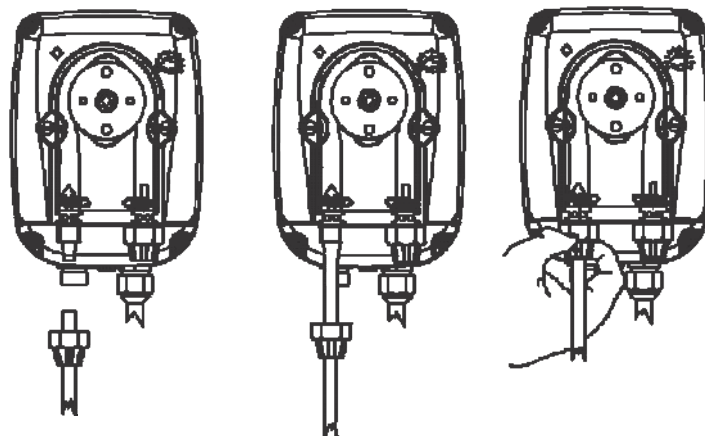

Fig. 6
- d. - Introducir a fondo los tubos con sus correspondientes empalmes cónicos y bloquearlos con sus virolas para fijarlos. (Fig. 6).